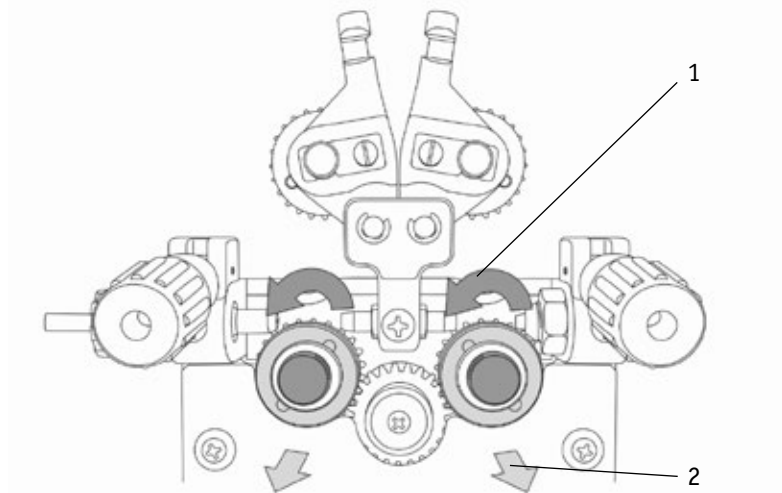

Рис. 8.6.3. Порядок смены подающего ролика.
2. Установите необходимую канавку в зависимости от диаметра сварочной проволоки, открутите винты крепления роликов, замените или переверните подающий ролик (См. рис. 8.6.3).